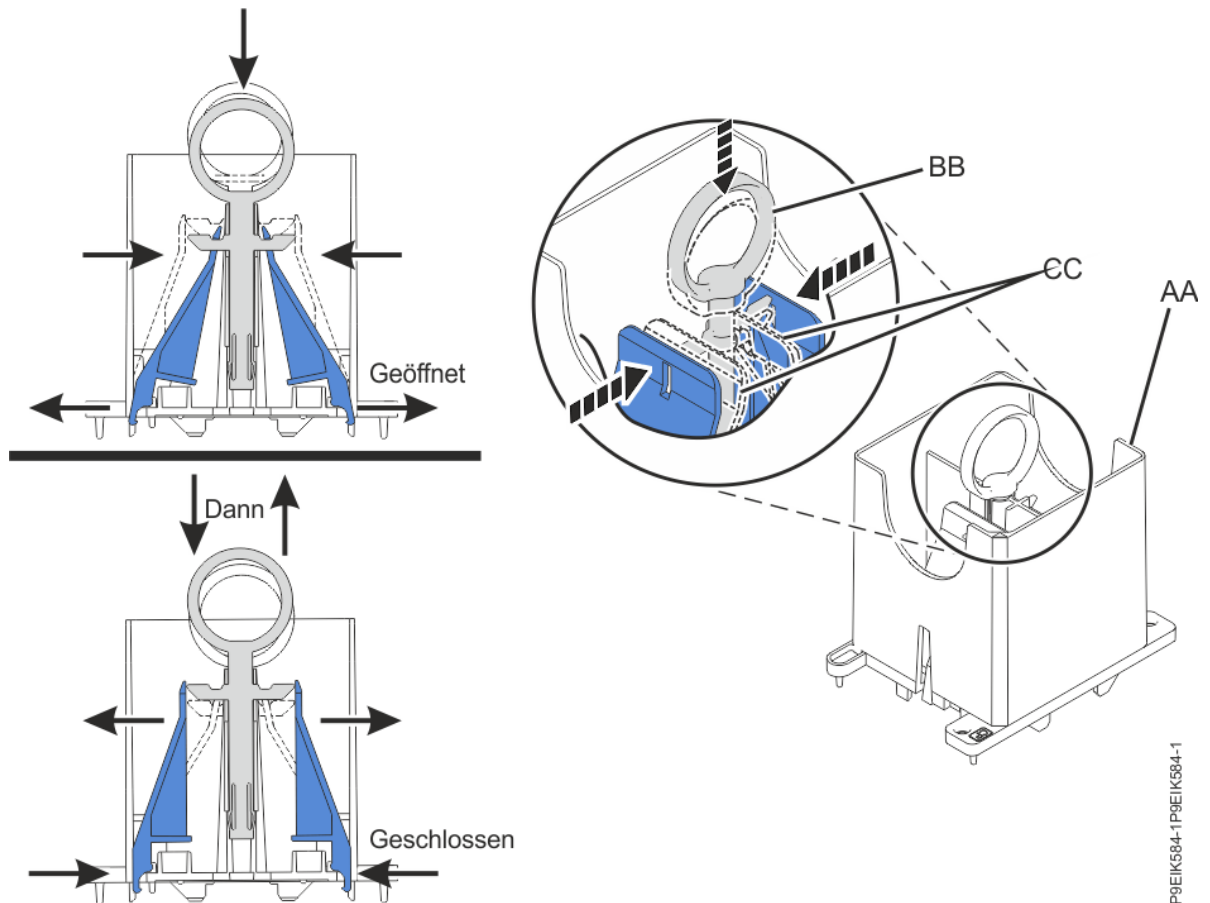

Abbildung 9. Sicherstellen, dass das Ausbauwerkzeug in der geöffneten Position ist
- a) Stellen Sie sicher, dass das Ausbauwerkzeug **(A)** in der geöffneten Position ist (siehe Abbildung 9 auf Seite 12). Der mittlere Ring **(B)** muss nach unten gedrückt werden und die blauen Hebel **(C)** müssen nach innen gedreht werden.